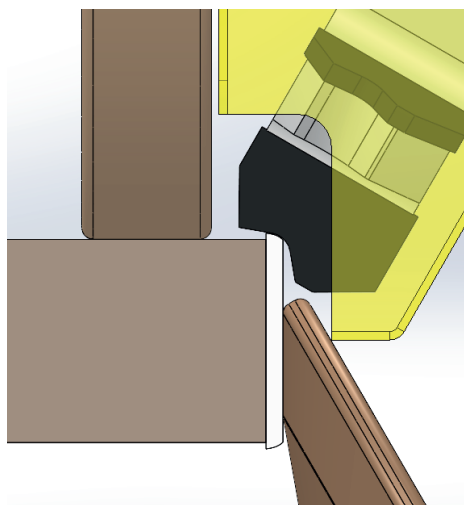

Figura 6-13a - Arco horizontal insuficiente com exposição de borda
5.4.2 Ajuste horizontal (Figura 6-13a):